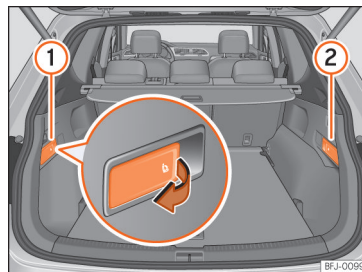

Abb. 116 Im Gepäckraum: Hebel zum Entriegeln des linken Teils ① und des rechten Teils ② der Rücksitzlehne.
- Entriegelungshebel »» Abb. 116 von dem Lehnenteil ziehen, der vorgeklappt werden soll.